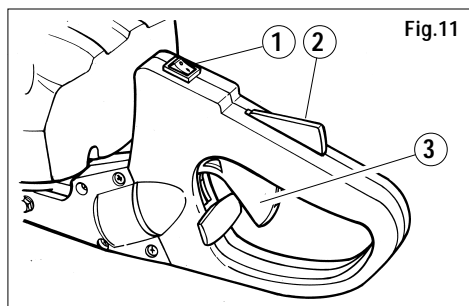

Fig.11
- 2) Sæt hovedafbryderen (fig. 11, detalje 1) i
5) Hold om baghåndtaget med venstre hånd, og tryk med håndfladen på gashåndtagets blokering (fig.11, detalje 2), på den måde
frigøres gashåndtagets bevægelse (fig.11, detalje 3).
1) For at stoppe motoren, stil afbryderen (fig.11, detalje 1) på „OFF“.